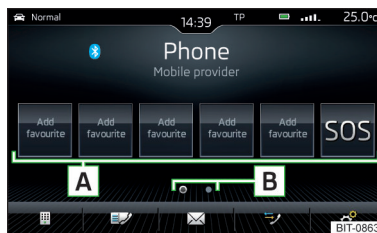

Fig. 213 Contactele preferate
- » În meniul principal *Telefon* atingeți suprafața de comandă funcții liberă dorită **A** » fig. 213.
- » Pentru **schimbarea grupei de memorare** atingeți suprafața de comandă funcții **B** » fig. 213.
- » Pentru **selectare** atingeți suprafața de comandă funcții alocată **A** » fig. 213.
- » În meniul principal *Telefon* atingeți lung suprafața de comandă funcții dorită alocată **A** » fig. 213.